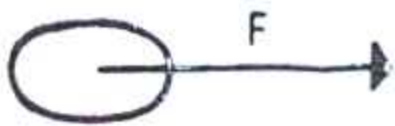

Рис. 2.
4. Тело движется по прямой равноускоренно под действием силы F (рис. 2). Каким станет это движение, если сила F начнет уменьшаться?